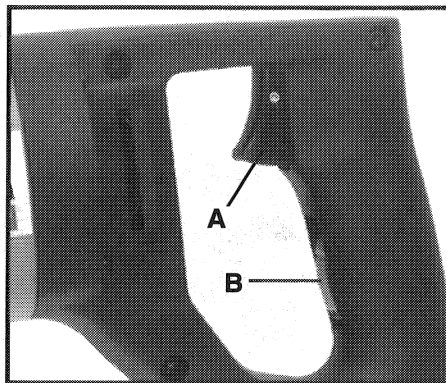

Fig. 2
2. Agarre firmemente la sierra. Apriete el gatillo (interruptor) (A) Fig. 2, para poner el motor en marcha. Suelte el gatillo para parar el motor.
La sierra viene equipada con un interruptor corredizo (B) de dos velocidades Fig. 2. Para funcionar en velocidad ALTA, mueva el interruptor corredizo hacia la posición superior (hacia el interruptor gatillo). Para funcionar en velocidad BAJA, mueva el interruptor corredizo hacia la posición inferior (alejado del interruptor gatillo).